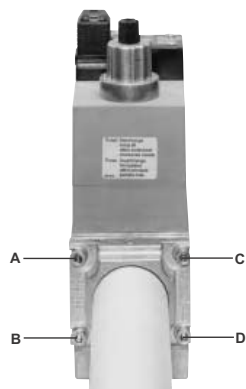
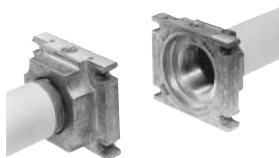

Рис. 4
Рис. 5
1. Расслабить винты А и В, но **не снимать** их (Рис. 4 и Рис. 5)
2. Отвинтить винты С и D (Рис. 4 и Рис. 5)